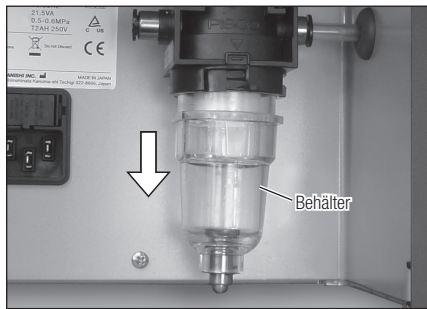

Abb. 35
- 6) Entfernen Sie den Behälter (Abb. 35).